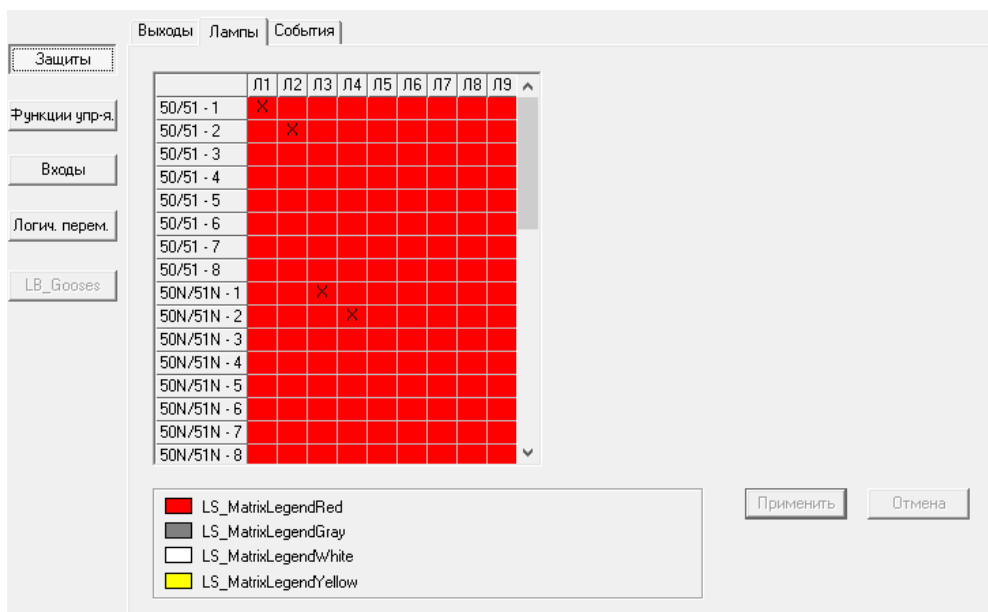

Рис. 5.21. Окно настройки сигнальных ламп
5. Состояние входов, выходов и ламп (рис. 5.21).